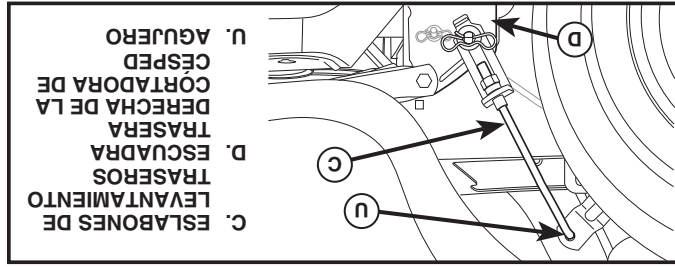

Fig. 13
**7. INSTALE LOS ESLABONES DE LEVANTAMIENTO TRASEROS (C) (Vea Fig. 13)**
- Inserte el extremo de varilla del eslabón de levantamiento trasero (C) dentro del agujero (U) en el brazo de suspensión hacia abajo hacia la cortadora de césped.
- Levante la esquina trasera de la cortadora de césped y ubique la ranura en el conjunto de eslabones sobre la chaveta en la escuadra trasera de la cortadora (D); asegure con una arandela grande y un resorte de retención grande.